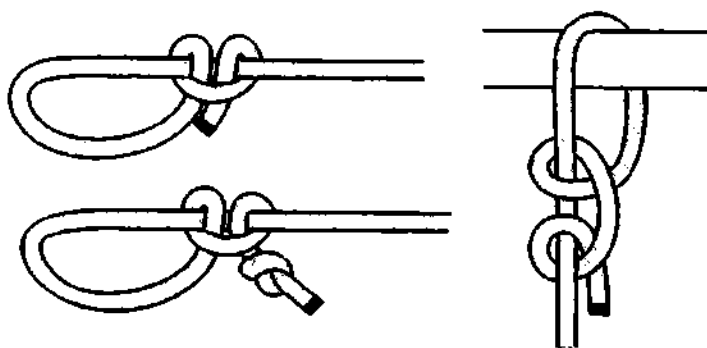

Рис. 388. Регулируемая коровья петля.
*Регулируемая коровья петля* – это неправильно завязанный *простой штык*, она же *скользящий коровий узел* (рис. 388). *Регулируемая коровья петля* хорошо держит только на мягких верёвках, на жёсткой верёвке узел скользит и не зажимает. Перед использованием узел необходимо хорошенько затянуть. Для надёжности, особенно если верёвка не достаточно мягкая, на ходовом конце можно завязать контрольный узел – *простой*, *восьмёрку* или какой-либо другой стопорный узел.